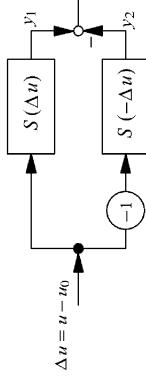

Bild 2: Parallelschaltung zweier Bauteile: Differenzmethode
a) In Abbildung 2 ist die Differenzmethode abgebildet.